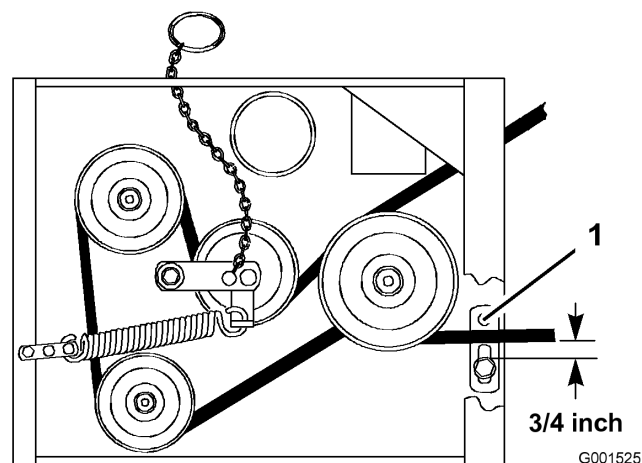

Figura 51
13. Compruebe que la guía de la correa, situada debajo del bastidor del motor, está ajustada correctamente (Figura 51).
Nota: La distancia entre la guía de la correa y la correa del cortacésped debe ser de 19 mm (3/4 pulg.) cuando la correa del cortacésped está engranada (Figura 51). Ajuste la correa del cortacésped si es necesario. La correa no debe rozar ni salirse de la polea si las guías están correctamente ajustadas.